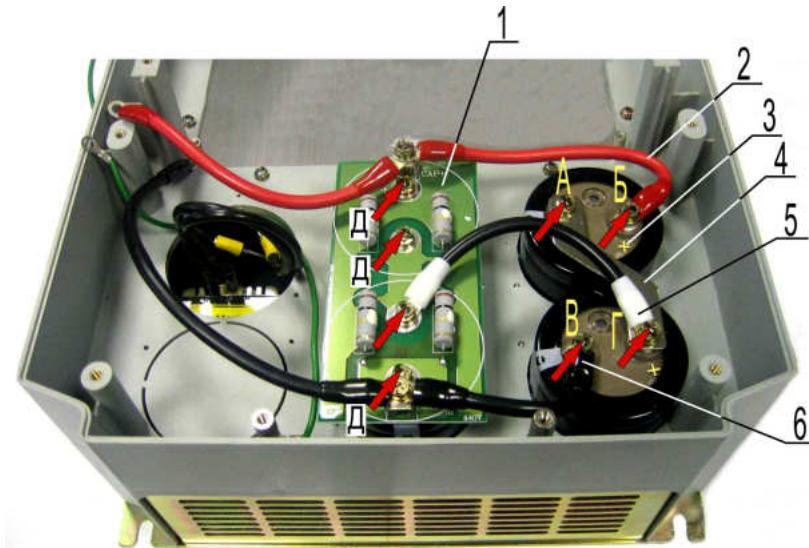

Рис. 7.5
7.3.7. Установить плату 1 на конденсаторы, как показано на рис. 7.5. Совместить отверстия платы с выводами конденсаторов. Закрепить плату тремя винтами Д (рис.7.5).
7.3.8. Установить наконечник провода 5 над отверстием платы (рис. 7.5). Закрепить наконечник винтом.
7.3.9. Установить наконечник провода 2 на вывод Б конденсатора 3 (рис. 7.5). Закрепить наконечник винтом.
7.3.10. Установить накладную шину 4 на вывод А и Г конденсаторов. Совместить отверстие шины с выводом А конденсатора. Закрепить шину над выводом А винтом (рис. 7.5).
7.3.11. Установить наконечник провода 5 над выводом Г конденсатора. Совместить наконечник провода 5 с отверстием шины и выводом конденсатора. Закрепить шину и наконечник провода винтом (рис. 7.5).
7.3.12. Установить наконечник провода 6 над выводом В конденсатора (рис. 7.5). Закрепить наконечник винтом.